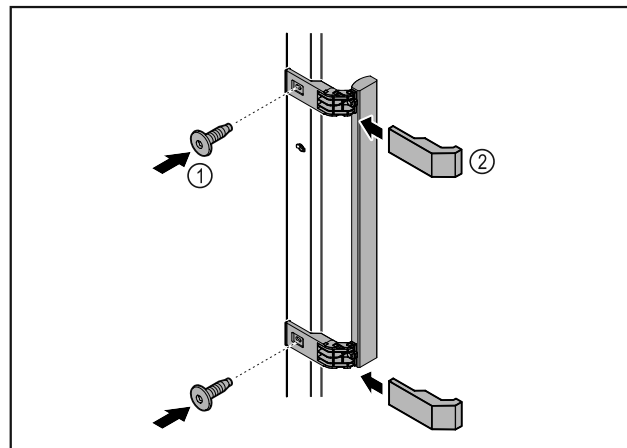

Fig. 7
- Madlo z příloženého příslušenství upevněte na dveře pomocí příložených šroubů Fig. 7 (1).
- Nasadte kryt Fig. 7 (2).